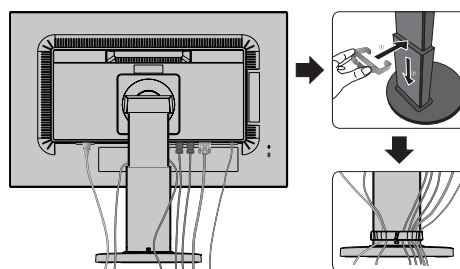

Figura C.2
5. Posizionare il portacavi nel supporto (**Figura C.2**).